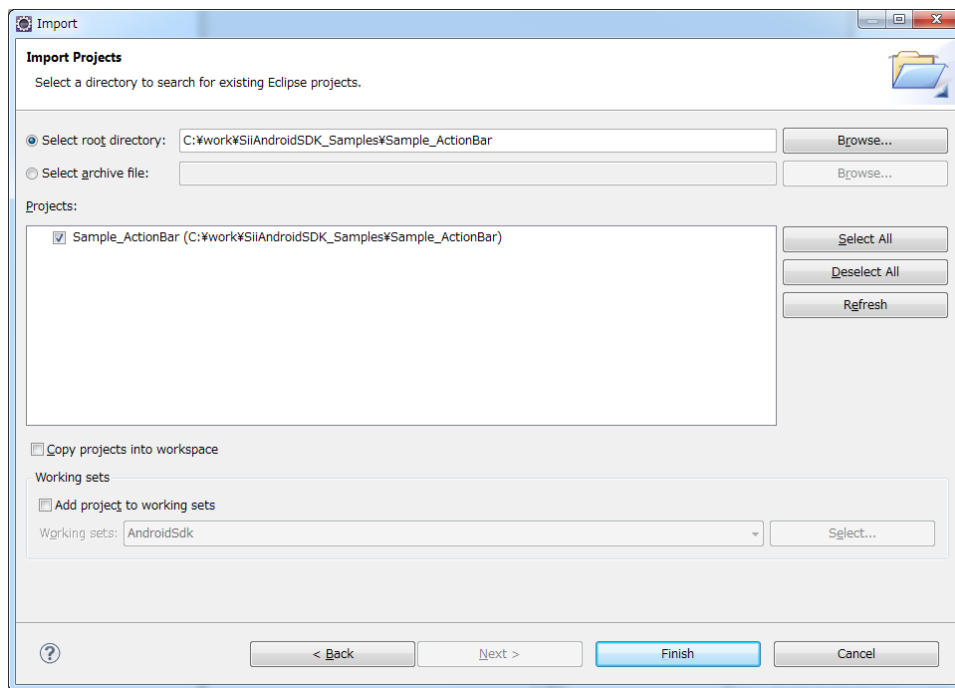

図 5-5
- (c) Sample\_ActionBarプロジェクトを解凍したフォルダを参照し、[Finish]をクリックします。(図 5-5)